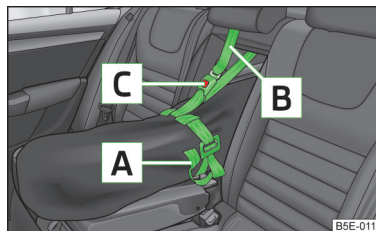

Abb. 77 Sicherung des Durchladesacks
- Das Zugband **A** am freien Ende um die Skier vor den Bindungen festziehen » Abb. 77.
- Nach dem Beladen mit Skiern muss der Durchladesack mit dem Sicherungsband **B** » Abb. 77 gesichert werden.